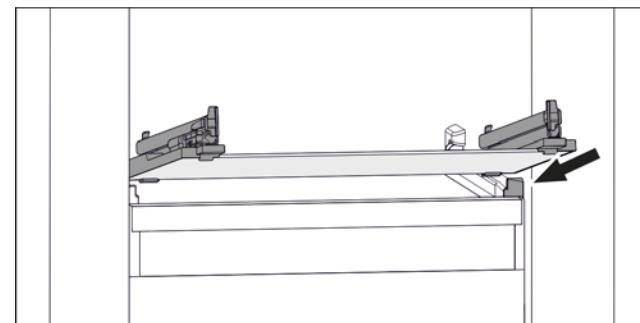

Fig. 48 Примерное отображение стеклянной пластины
- Наклоняя вниз, установите стеклянную пластину за стопоры. (см. Fig. 48)